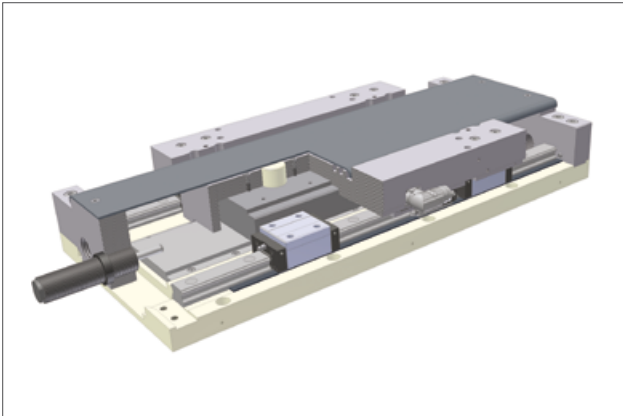

Bild 5.13 — AXLM mit Abdeckblech
- Optimaler Schutz der innenliegenden Führungs- und Antriebselemente durch den optionalen Einsatz von Faltenbälgen oder Abdeckblechen (Bild 5.13 und 5.14)